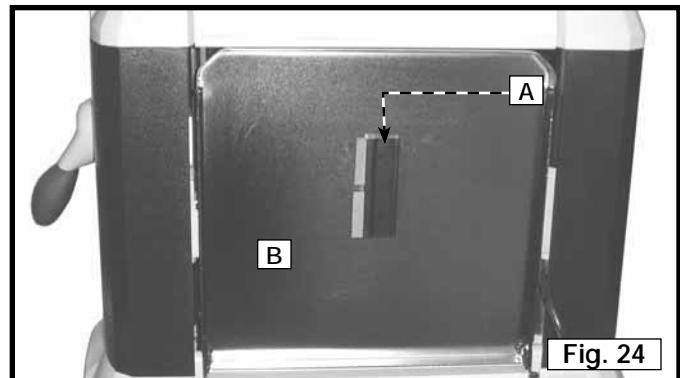

Fig. 24
Il est possible de ranger votre outil de transfert de couteaux fourni (A) fig. 24 sous la rallonge de la table de sortie (B), sur la bande de Velcro.